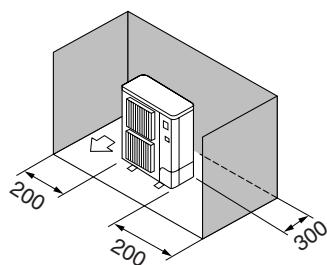

Fig. 3-7
- ③ Yalnızca arkadaki ve yanındaki engeller (Fig. 3-7)